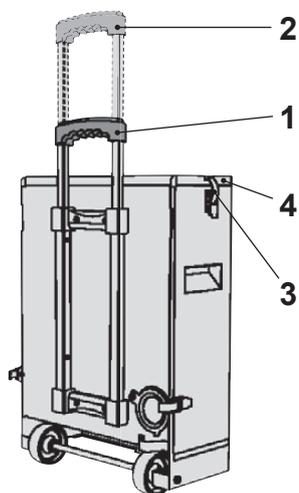

Fig. 06
4. Per sollevare il ceneraio collocare la maniglia a scomparsa nella prima posizione (1, Fig. 06), finché non scatta in sede e afferrare con la seconda mano la parte inferiore del ceneraio. Per tirare il ceneraio collocare la maniglia a scomparsa nella seconda posizione (2, Fig. 06), finché non scatta in sede.
5. Per lo svuotamento aprire entrambi le chiusure di bloccaggio superiori (3, Fig. 06) e rimuovere il coperchio (4, Fig. 06).